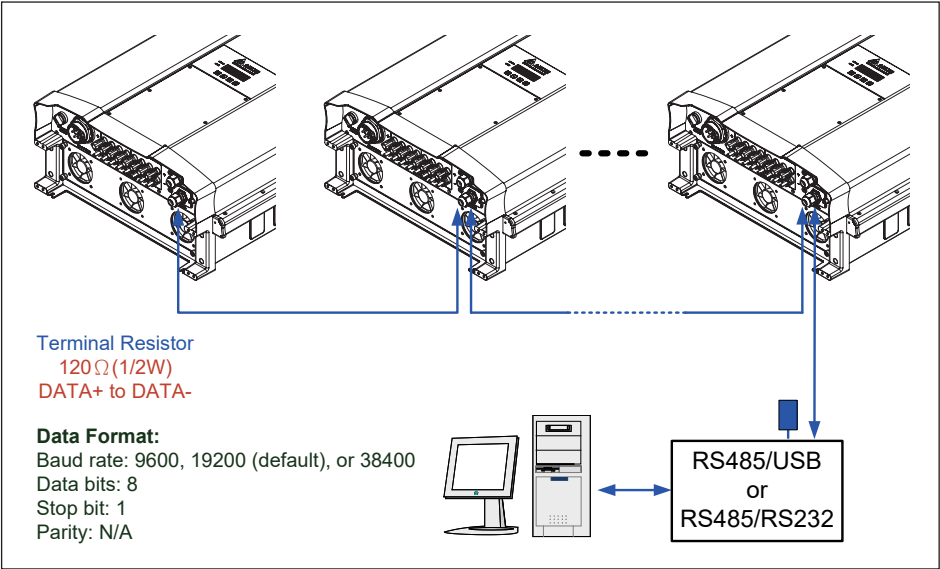

图4-19：多台逆变器串接通讯
- 当逆变器为多台串联时，安装者需将最后一台逆变器之终端电阻设置为ON，其余机子则为OFF。请参考图4-19。